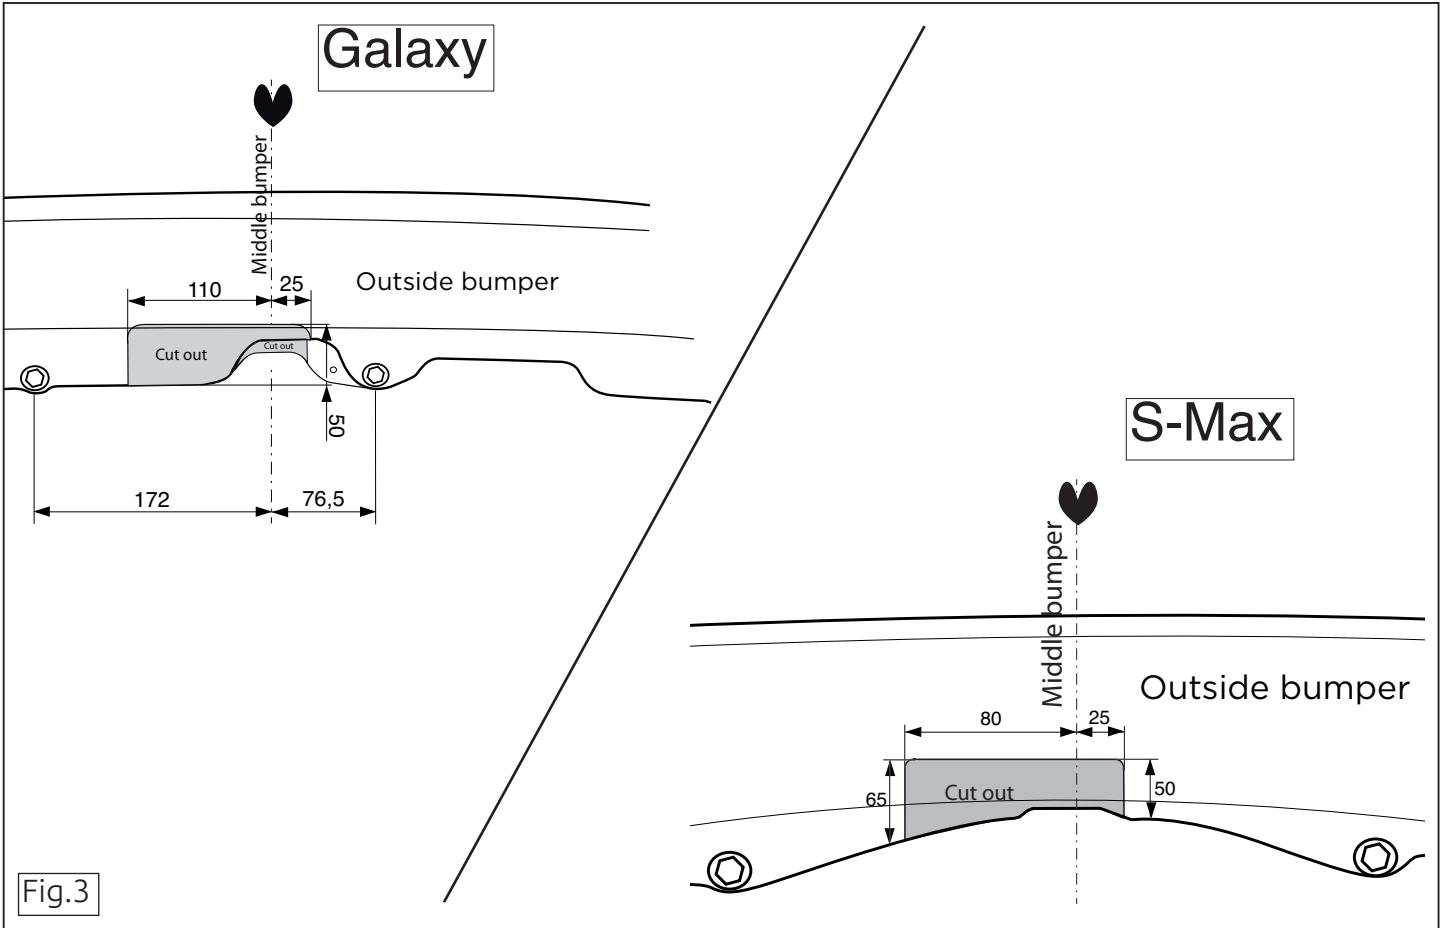

Fig.3
10. Saw out the indicated section in accordance with figure 3
10. Gemäß Abb.3 das angegebene Teil ausschneiden.
10. Выпилить обозначенную часть, как указано на рис. 3.